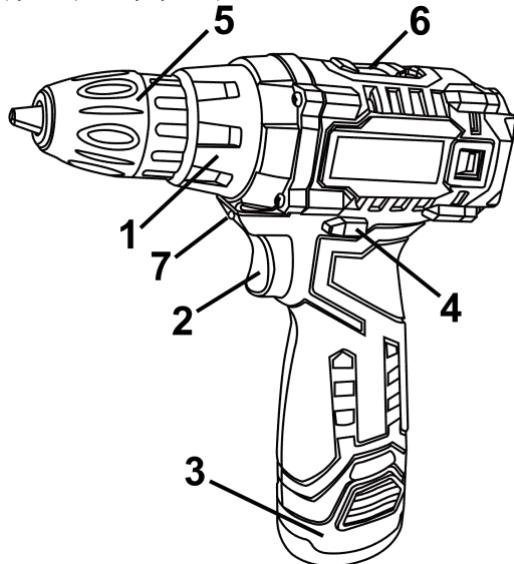

Рисунок 1
4.1.3 Встановіть необхідний крутний момент за допомогою кільця регулятора моменту затягування (1) (див. рисунок 1).
4.3 Для включення виробу натисніть на клавішу вимикача (2) (рисунок 1). Для відключення виробу слід клавішу відпустити. Регулювання швидкості обертання патрона здійснюється ступенем натискання на клавішу вимикача.